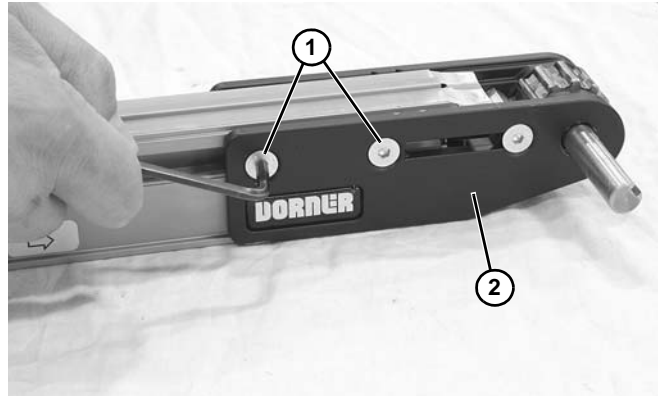

Figura 62
2. Afloje dos tornillos (Figura 62, artículo 1) en ambos lados del transportador. Retire el cabezal de transmisión (Figura 62, artículo 2) del transportador.